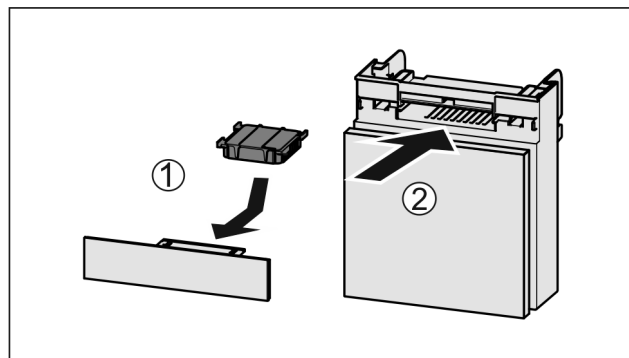

Fig. 255
- Inserire il vano Fig. 255 (2).